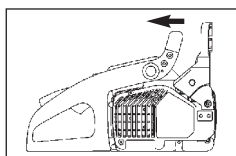

Fig. 3B
1. Assurez-vous que le levier du frein de chaîne est DÉBLOQUÉ (Fig. 3B)